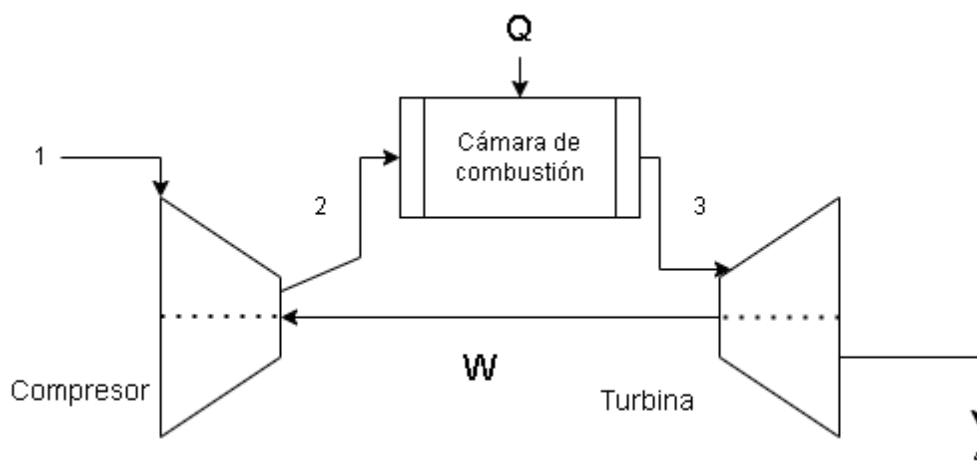

Figura 1: Turbina de gas
2. Se tiene una turbina de gas simplificada como en la figura 1, que opera con aire atmosférico a 300K. La relación de compresión es 7 y la temperatura a la entrada de la turbina es 1000K. Considerando que no hay pérdida de carga en la cámara de combustión y que el compresor opera con una eficiencia del 80 % y la turbina con una eficiencia de 85 %: